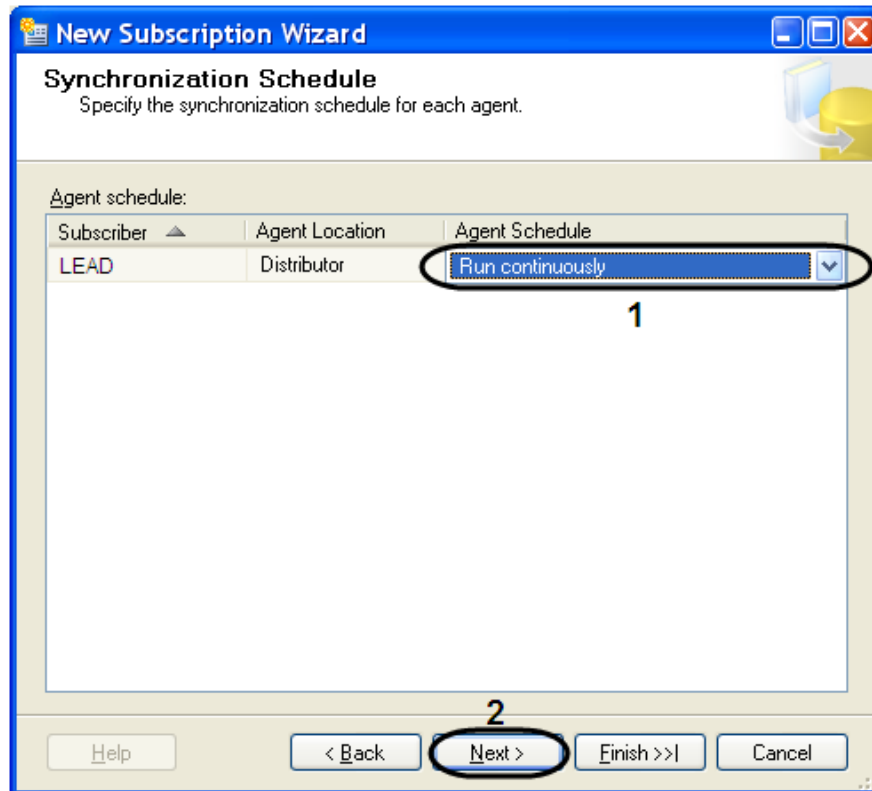

Рис. 11.3-18. Настройка расписания работы агента распространителя
16. Для постоянной работы агента распространителя в окне «Synchronization Schedule» выбрать значение «Run continuously» из раскрывающегося списка «Agent Schedule» (Рис. 11.3-18, 1).
17. Для продолжения нажать кнопку «Next>» (см. Рис. 11.3-18, 2).